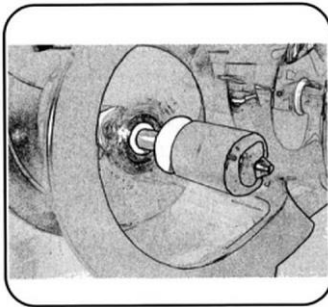

Fig. 36
8. Fukta sedan spiraltätningarna med vatten (fig. 36).